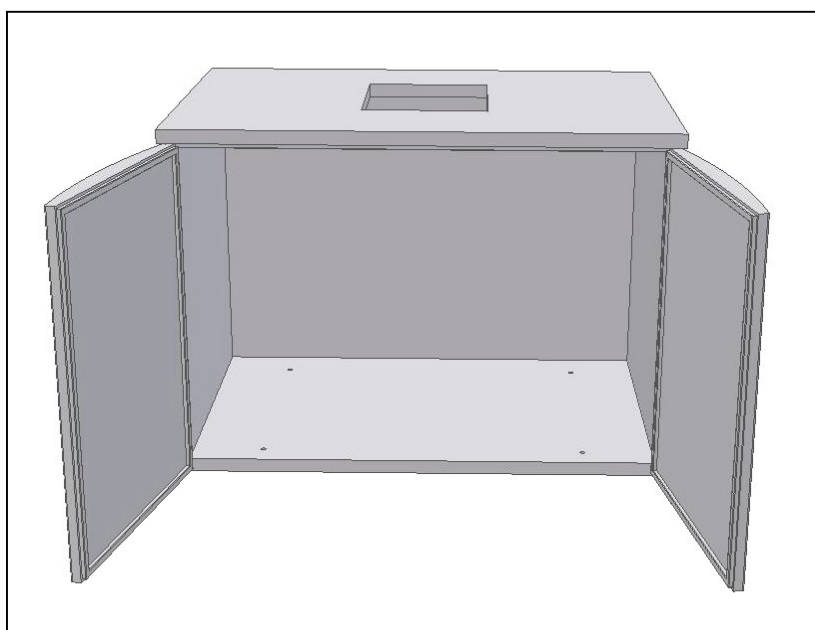

Fig. 9
- Encaixar **porta (direita e esquerda)** no fundo e no tampo (Fig.9);